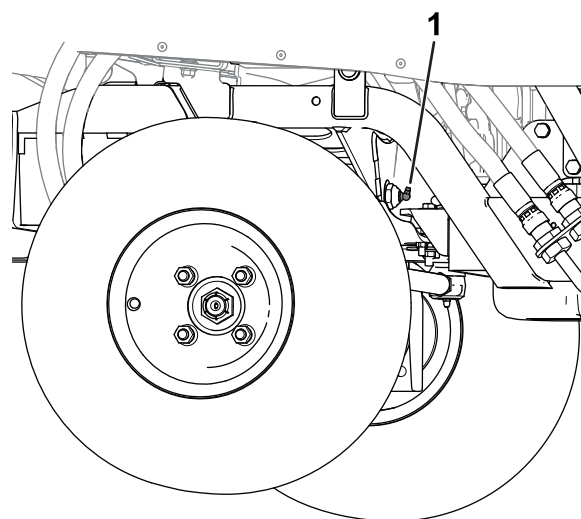

Figure 47
- Axe de pivot d'essieu (Figure 47)